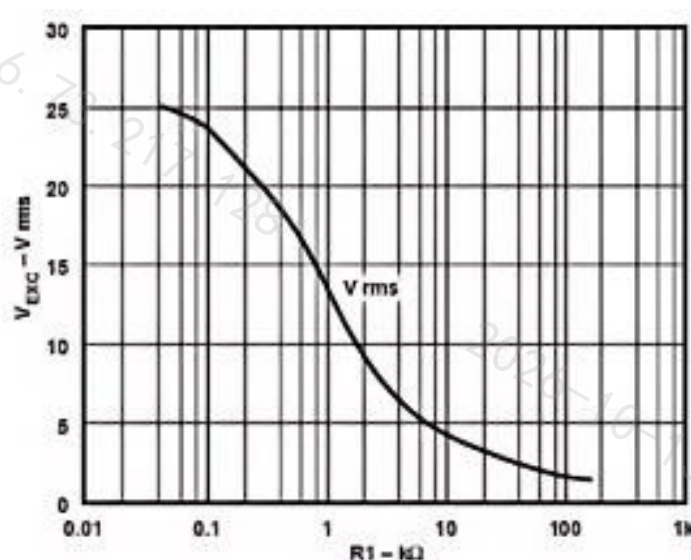
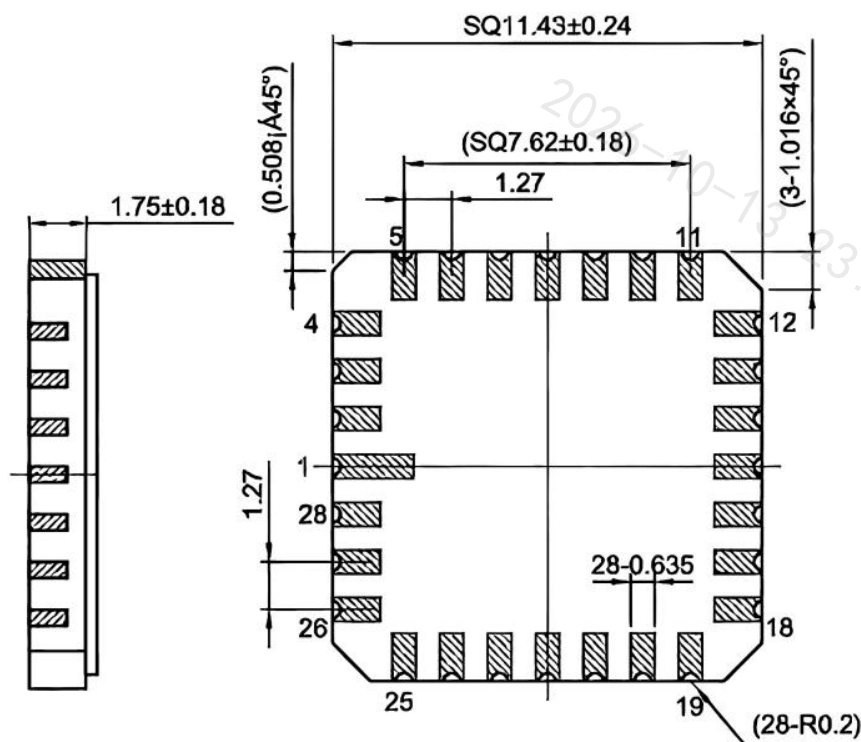

图 3 激励电压V_{OE}R与R1 曲线图
图 6 CQFN28 封装尺寸
2. 图3为 $V_s = \pm 15\text{V}$ 时激励输出与电阻R1的曲线图，参考图6可以选择需要的电阻R1的值。